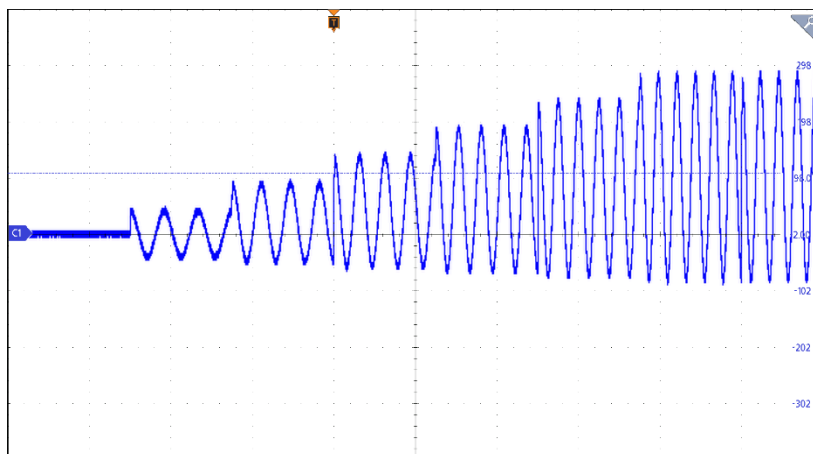

图 5-18 步阶模式(List)设定页面(第一相设定范例输出波形)
3. 设定参数后, 点击首页键 , 按下 **TRIG. ON** 可触发输出, 输出波形如图 5-18。